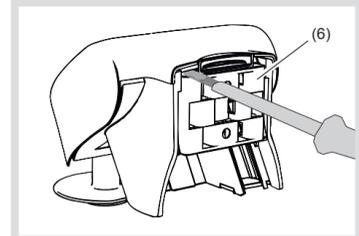

Figura 4: allentare il supporto per fissaggio su palo/a parete
La stazione meteorologica viene fornita con un supporto da parete o da palo (6). Il supporto è fissato alla parte posteriore dell'involucro (figura 4).
Per staccare il supporto per fissaggio su palo/a parete (6), svitare mediante un cacciavite e spingerlo verso il basso (figura 4).